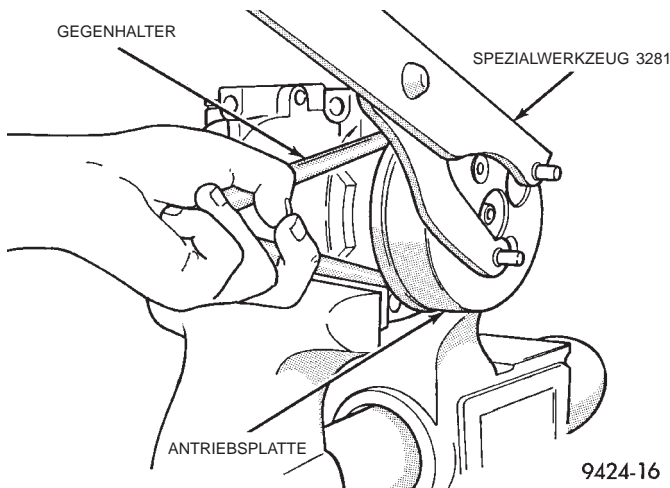

Abb. 11 Antriebsplatte abbauen
(1) Kompressor und Kompressorkupplung wie in diesem Kapitel beschrieben aus dem Fahrzeug ausbauen.
(2) Kompressor in einen Schraubstock spannen und die Schrauben lösen, mit denen die Antriebsplatte an der Antriebsplatte befestigt ist.
(3) Antriebsplatte des Kompressors mit einem Zapfenschlüssel (Spezialwerkzeug 3281) abbauen; hierzu die Antriebsplatte gegen den Uhrzeigersinn drehen (Abb. 11).